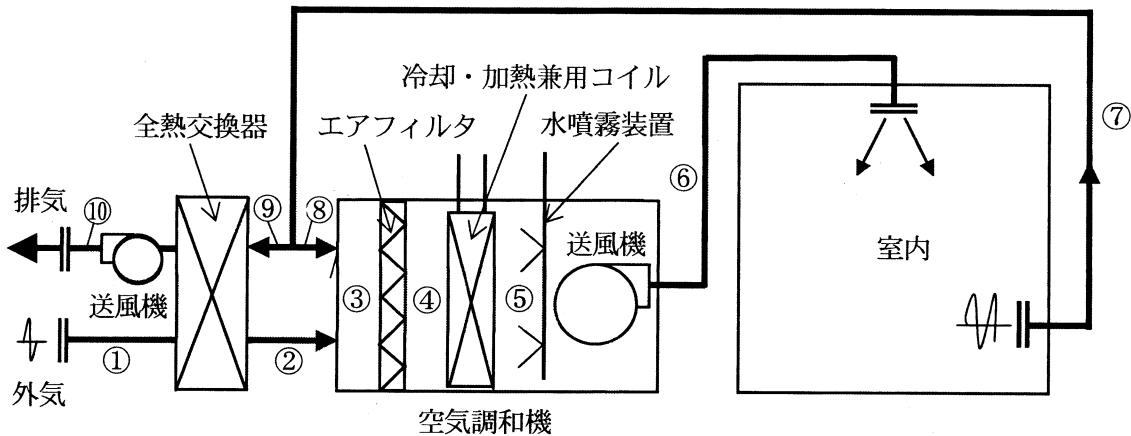
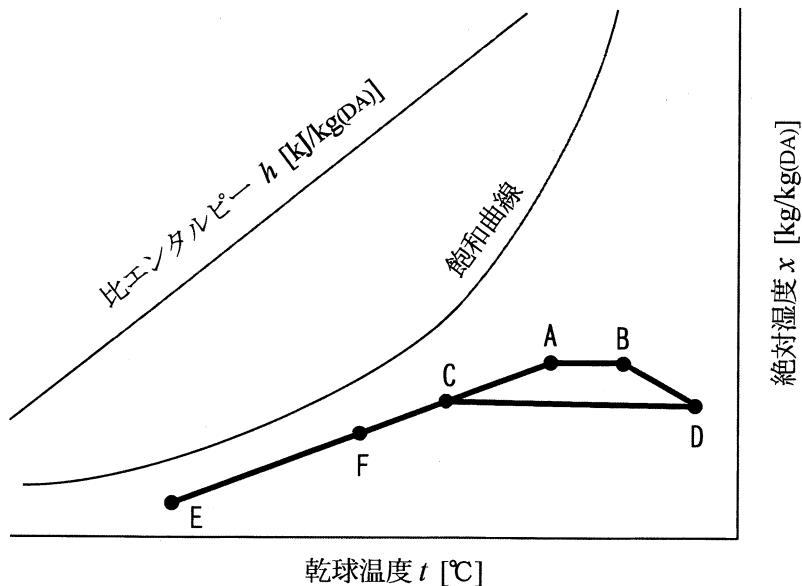

図1 空気調和システム
図2 湿り空気線図( $h-x$ 線図)
- (1) 図1は、空気調和機を用いた空気調和システムを示したものであり、①～⑩は、システム内の空気の通過位置を示すものとする。また、図2は図1の空気調和システムにおける暖房運転時の空気の状態変化を、湿り空気線図( $h-x$ 線図)上に示したものである。なお、A～Fはシステム内の空気の状態点を表し、単位の kg(DA) は乾き空気の質量を示す。
1) 図1の空気調和機における外気が全熱交換器を通過した直後の②の空気の状態点は、図2の
1 となり、その後に室内からの還気と混合した③の空気の状態点は、図2の 2 となる。また、冷却・加熱兼用コイル通過後の⑤の空気の状態点は、図2の 3 であり、さらに水噴霧装置で加湿された後に室内に供給される。
2) 図1の全熱交換器における回収熱量は、「外気の状態点と、外気が全熱交換器を通過した後の状態点との 4 差」と「外気量(質量)」の積となる。
3) 1) を経て空気調和機から供給される空気によって室内負荷が処理され、室内の温度、湿度が一定に保たれる。このとき、「システム内の通過位置 5 を流れる空気の質量」と、図2の「二つの状態点 6 との 4 差」の積は空調負荷に合致している。